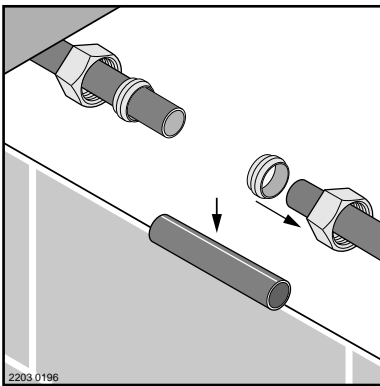

Figure 2, Figura 2
2. Fermer le robinet principal de l'alimentation en eau et vider les conduites d'eau en ouvrant le robinet d'un évier à l'étage supérieur de la maison et un autre au sous-sol. Mesurer la conduite d'eau et la couper en fonction de l'installation (voir la Figure 2).
3. Glisser un écrou de compression et une olive appropriée sur chaque extrémité du tuyau. Dans le cas d'une conduite d'eau de 1/2 pouce, utiliser les olives en caoutchouc. Dans le cas des conduites d'eau de 3/4 de po, utiliser les olives en laiton (voir la Figure 2).